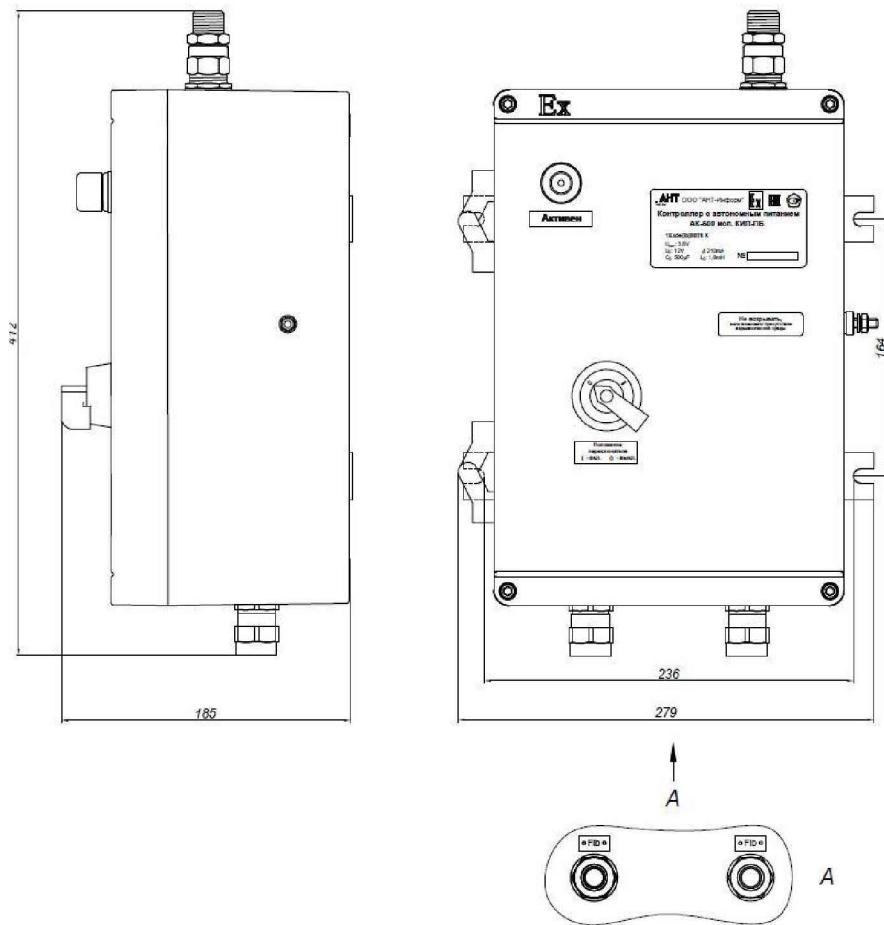

Рисунок 1.5. Внешний вид контроллера «КИП-ПА» и «КИП-ПБ»
- 7) КИП-ПА – в пластиковой оболочке с повышенной защитой против взрыва с двумя кабельными вводами снизу и одним антенным сверху по комплекту КД АЕТВ.426400.001-06. С перезаряжаемыми элементами питания.И внешним механизмом отключения питания.(рис. 1.5).
- 8) КИП-ПБ – в пластиковой оболочке с повышенной защитой против взрыва с двумя кабельными вводами снизу и одним антенным сверху по комплекту КД АЕТВ.426400.001-07. С неперезаряжаемыми элементами питания.И внешним механизмом отключения питания.(рис. 1.5).